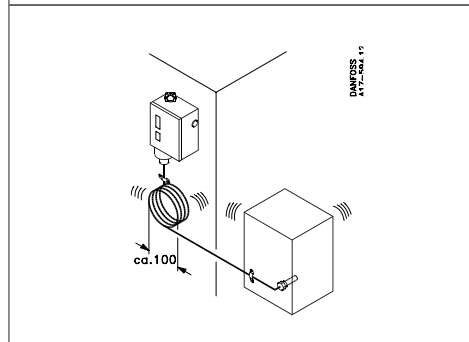
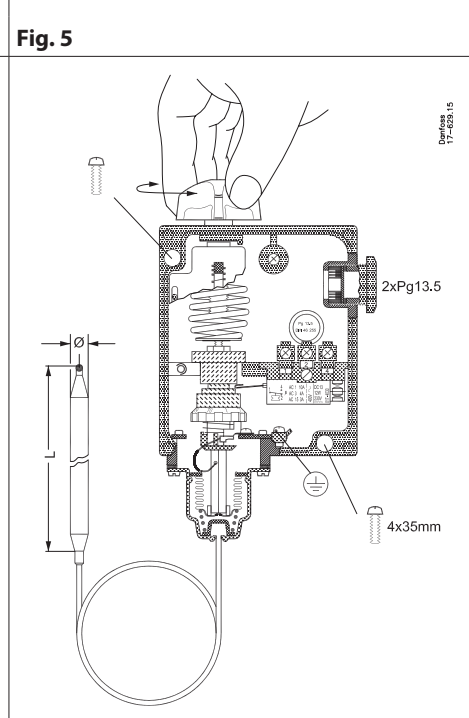
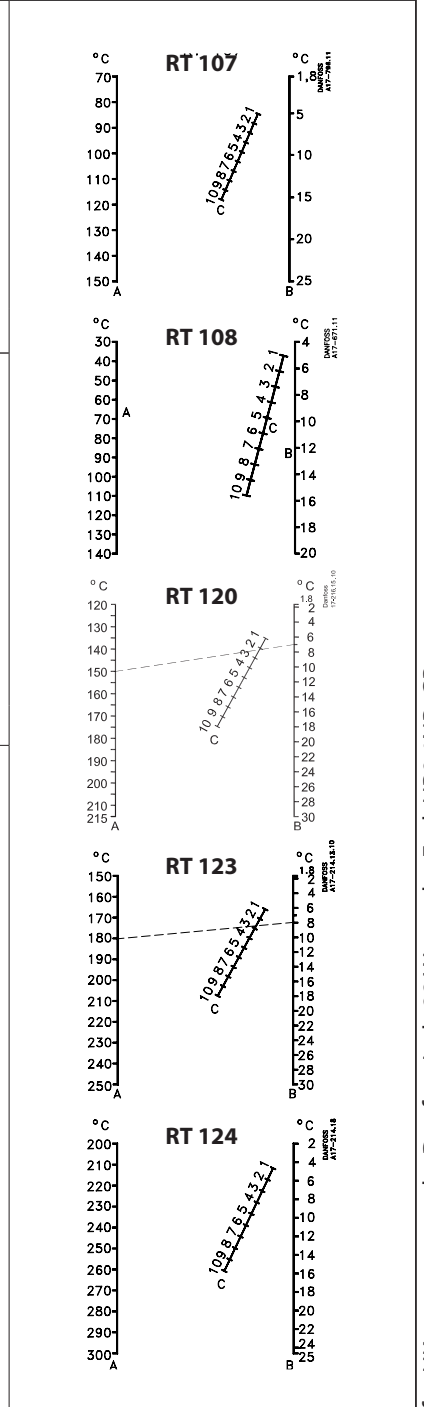

Fig. 5
Fig. 7
Fig. 8
Set the thermostat (Fig. 7) to the function required (make or break) on falling temperature. Read off the setting on the main scale Fig. 7.
2. Set the thermostat on 180 °C with the knob (Fig. 7)
3. Set the differential adjusting nut (Fig. 7) on number 3 which can be found by reading of the nomogram for the RT 123 in Fig. 8
Indstil termostaten (se Fig. 7) til den funktion - slutte eller bryde - som ønskes ved faldende temperatur. Aflæs indstilling på hovedskala Fig. 7.
2. Indstil termostaten på 180 °C med håndknappen (se Fig. 7)
3. Indstil differensrullen Fig. 5 på tallet 3 som fremkommer ved aflæsning af nomogrammet for RT 123 i Fig. 8
Der Thermostat (siehe Fig. 7) ist auf die Funktion - Ein oder Aus - einzustellen, die bei abfallender Temperatur gewünscht wird. Die Einstellung ist an der Hauptskala Fig. 7 abzulesen.
2. Der Thermostat ist mit dem Einstellknopf (siehe Fig. 7) auf 180 °C einstellen
3. Die Differenzrolle (Fig. 7) ist auf die Zahl 3 einzustellen, die auf dem Nomogramm für RT 123 in Fig. 8 abzulesen ist.
Régler le thermostat (voir Fig. 7) pour la fonction désirée - fermeture ou ouverture du circuit - à température décroissante. Relever le réglage sur l'échelle principale (voir Fig. 7).
2. Régler le thermostat sur 180 °C au moyen du bouton (voir Fig. 7)
3. Régler le rouleau de différentiel (figure 7) sur le chiffre 3 relevé sur le nomogramme du RT 123 de la Fig. 8